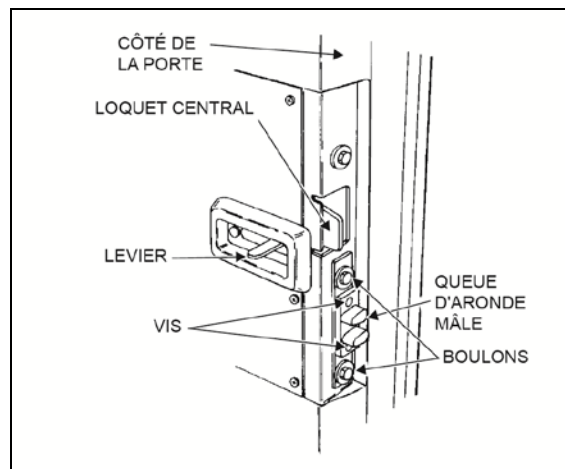

FIGURE 19 : LOQUET DE LA PORTE (AUTOCAR)
5. Pour régler la queue d'aronde mâle sur le côté gauche de la porte, enlever les deux vis et desserrer les deux boulons. Faire glisser la queue d'aronde mâle vers l'intérieur et visser les deux boulons, sans serrer. Fermer doucement, mais fermement la porte, puis l'ouvrir lentement et serrer les deux boulons. Fixer la queue d'aronde à la porte avec des vis. Voir la Figure 19.